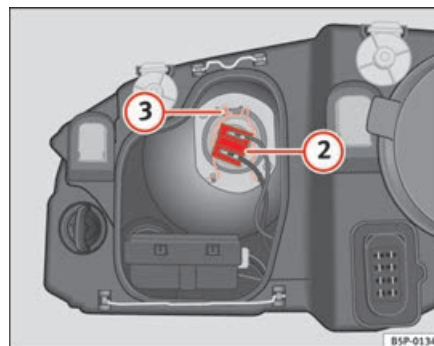

Fig. 189 Anabbaglianti
- Estrarre il connettore ⇒ pag. 265, fig. 189 ② della lampada.
- Sganciare la molla di ritegno ⇒ pag. 265, fig. 189 ③ premendo verso l'interno e a destra.